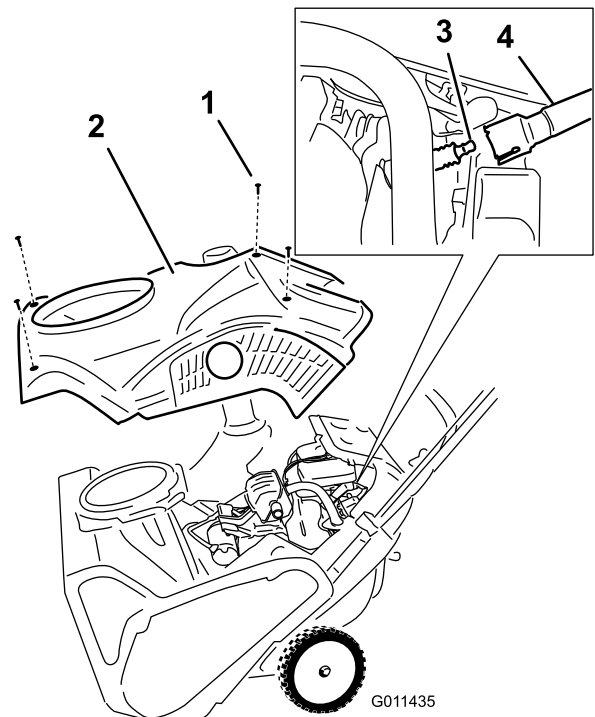

Figure 35
4. Enlevez les 4 vis de fixation du carénage (Figure 35).
6. Enlevez le carénage (Figure 35).